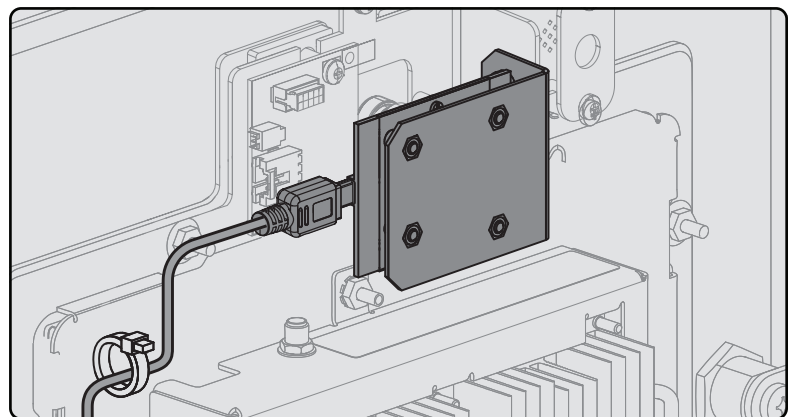

Figure 2. Acheminement du câble USB
- Acheminer et fixer le câble USB avec les attaches autobloquantes. (Figure 2)